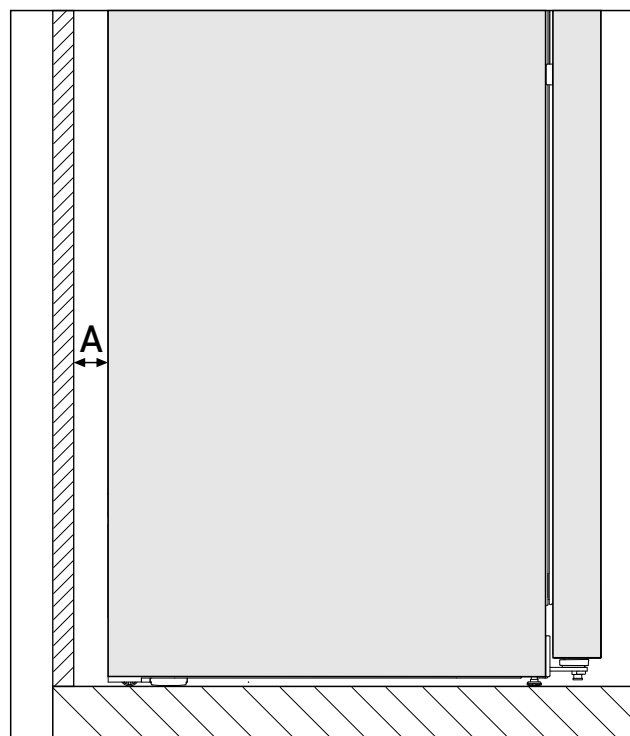

Fig. 2 *
Il consumo energetico è stato rilevato con una distanza dalla parete Fig. 2 (A) tra il retro dell'apparecchio e la parete. Se la distanza dalla parete è inferiore a Fig. 2 (A), questo non influenza in alcun modo la funzionalità dell'apparecchio, ma il consumo energetico aumenta con una distanza dalla parete inferiore.